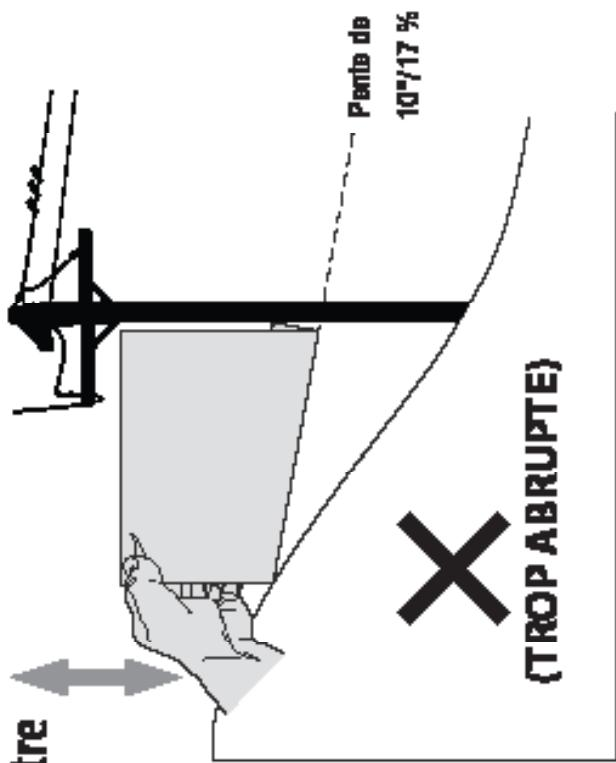

Figure 2
4. Si vous trouvez une ligne verte ou rouge, la pente est trop raide; pour un fonctionnement en toute sécurité, voir la Figure 2.
5. Si y a un écart ou décalage de l'inclinomètre, la pente est trop plate; pour un fonctionnement en toute sécurité, voir la Figure 2 (répétez).